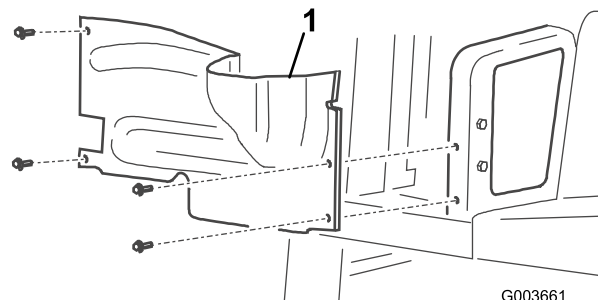

Figura 2
4. Rimuovere i 4 bulloni che bloccano la copertura della ruota destra al telaio e rimuovere la copertura (Figura 2).